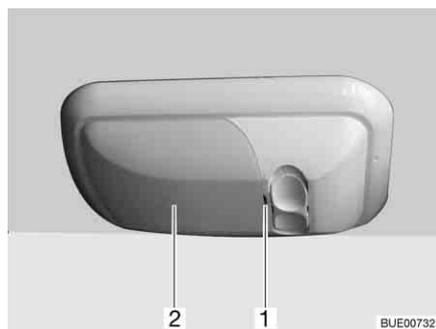

Fig. 232 Lámpara de garaje
- Sacar la tapa (Fig. 232,2) con cuidado, haciendo palanca en la muesca (Fig. 232,1) con una herramienta apropiada (p. ej. destornillador) y retirarla.